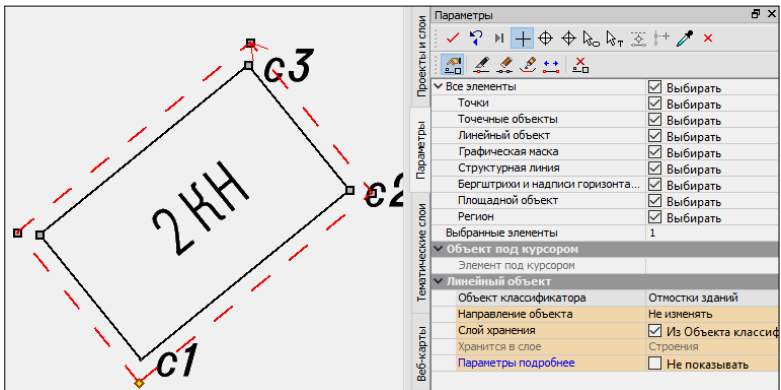

Рис. 7.33
- Отредактируйте условное обозначение отмотски здания (рис. 7.20). Для этого вызовите команду **Построения/Параметры и удаление объектов**, в окне параметров выберите команду **Параметры объекта** . Курсором в режиме захвата линии выберите линию отмотски вокруг здания (рис. 7.33).